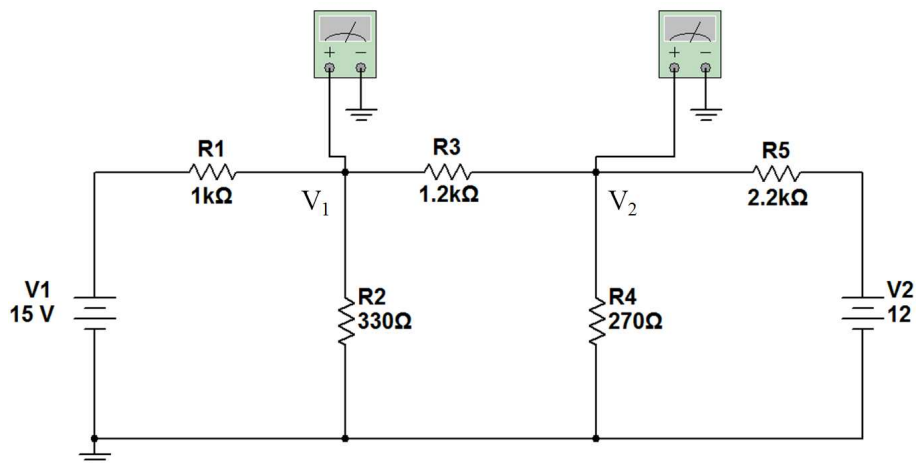

Figura 6: Circuito con dos fuentes de voltaje.
1. Del circuito mostrado en la figura 6, calcule los datos faltantes, realizar los cálculos empleando el editor de ecuaciones de Word y agregarlos en la sección correspondiente.
3. Armar en el protoboard el circuito de la figura 6. Medir los parámetros solicitados y completar la tabla en la sección de Resultados.